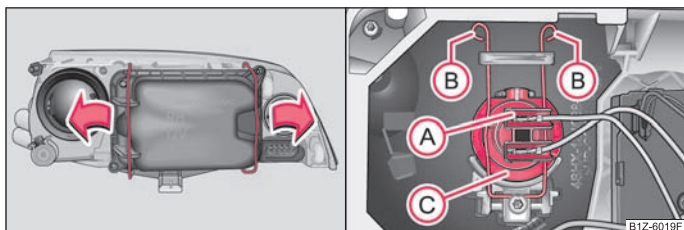

Fig. 149 Demontarea capacului lămpilor de poziție și întâlnire / Demontarea becului luminii de întâlnire
- Apăsăți mânerul de sârmă în sensul săgeții, într-o parte și demontați capacul ⇒ fig. 149 - stânga.